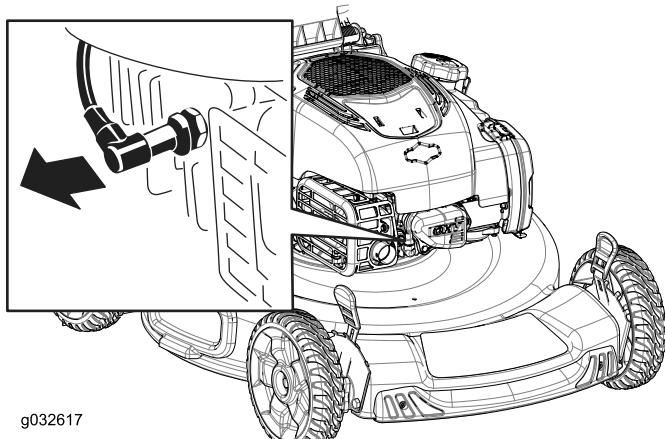

Рисунок 28
- Отсоедините провод от свечи зажигания (Рисунок 28).